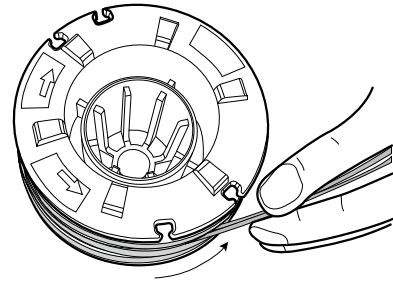

Fig. 17
5. Enrosque la cuerda de manera firme y pareja alrededor de la bobina (Fig.17).